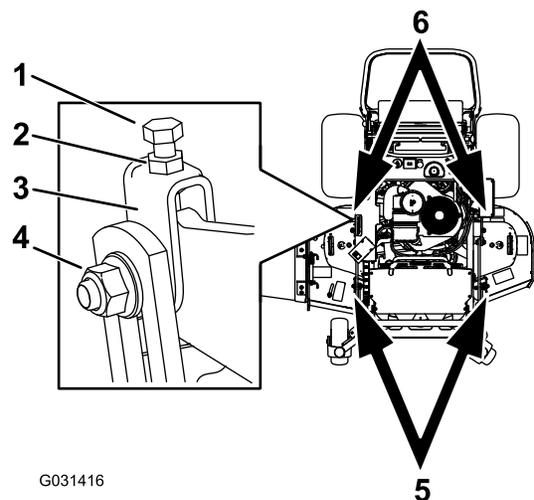

Figure 90
1. Desserrez l'écrou de blocage et l'écrou latéral dans les chapes que vous voulez régler (Figure 90).
2. Tournez le boulon supérieur de ces chapes pour régler la hauteur du tablier de coupe (Figure 90).
5. Si la mesure n'est pas correcte, localisez les 2 chapes avant sur la machine (Figure 90).